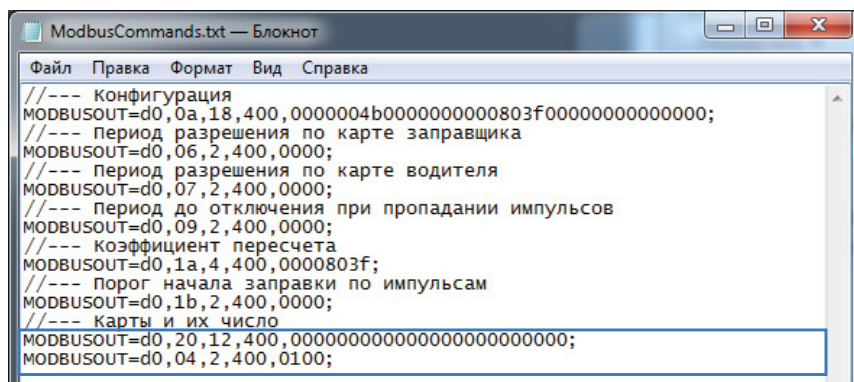

Рис.32. Команды удаленной записи списка карт.
- открыть созданный файл. В этом файле перед каждой командой вставлен комментарий – описание этой команды (Рис.32):